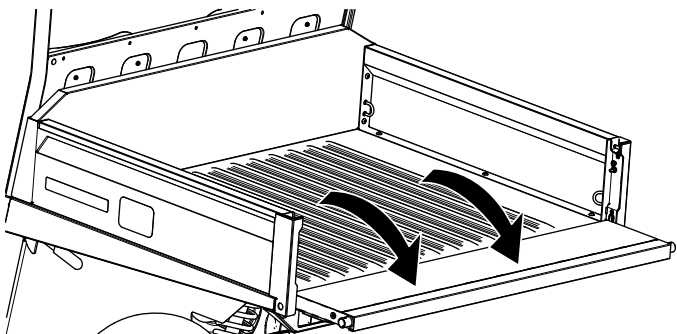

Figure 82
3. Baissez le hayon jusqu'à ce qu'il soit au même niveau que le fond du plateau de chargement (Figure 82).